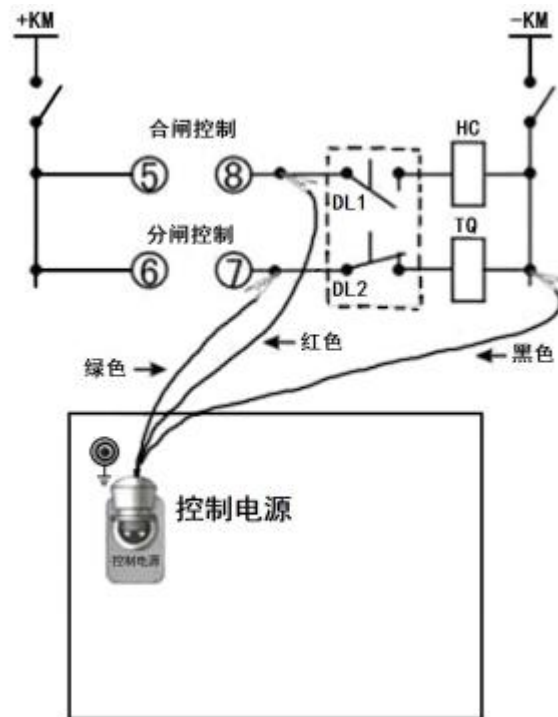

图 12 分合闸控制线接线图
(1) 分合闸控制电源由仪器内部提供时，断开被测开关控制箱内的控制电源(通常是将控制箱内控制电源与控制母线相连的保险拔掉)，但不能切断开关机构的储能电源，然后再按图 12 所示接线。
解决方法：找到现场控制柜的控制接线图，询问相关保护专业人员，分别找出合、分闸线圈和开关辅助接点，参见本说明书图 12 控制接线图及说明重新接线。检查控制回路，保证回路畅通。